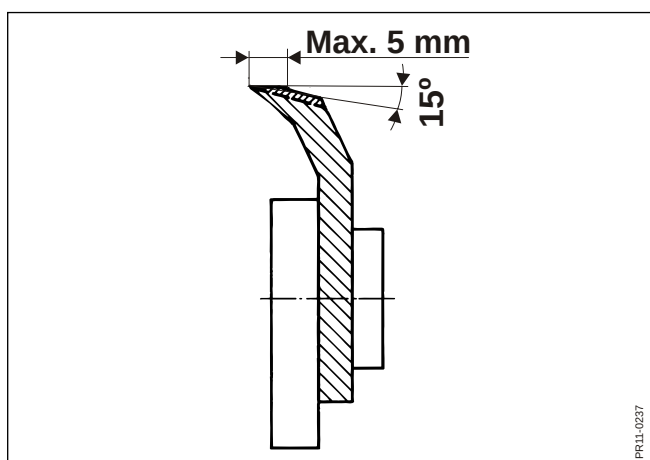

Fig. 4-16
- Fig. 4-16** Pour éviter une dépense de puissance et une usure excessive de la pierre à aiguiser en travaillant avec l'ensileuse, Il est nécessaire de faire un affûtage grossier ou un réglage des couteaux lorsque l'angle de coupe dépasse 5 mm. Affûter l'angle arrière à environ 15°.